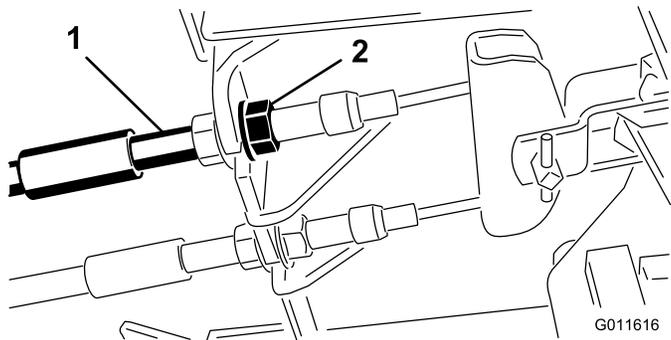

図 68
1. 遊びを減らすブレーキを締めるには、ブレーキケーブルのネジ山の前ナットをゆるめ、後ろのナットを締める (図 68)。